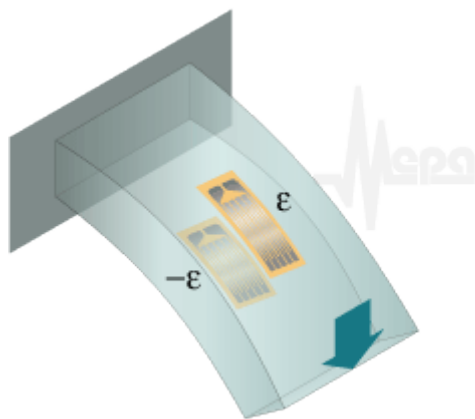

Рис. 145 - Схема наклейки ТР для измерения деформаций изгиба.
- изгибная деформация. Схема наклейки на Рис. 145;
Схема наклейки тензорезисторов для измерения деформаций изгиба показана на Рис. 145. Активные тензорезисторы монтируются с противоположных сторон конструкции. Схема исключает влияние деформации растяжения/сжатия.